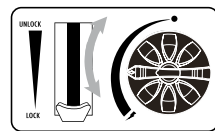

fig. 5
6. Justera vridreglaget till önskat läge. (fig.5) Ställ aldrig patronspaken (6) i läge "UNLOCK" under användning!